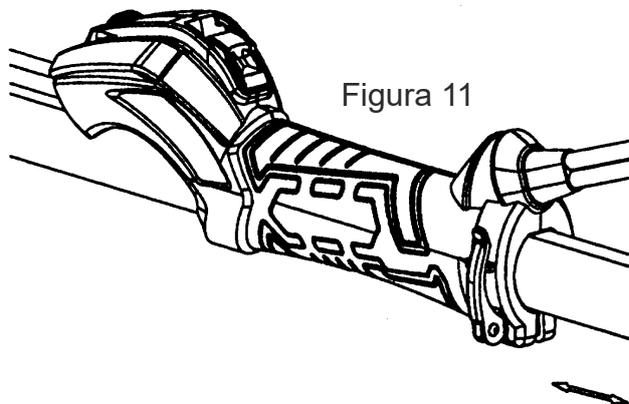

Figura 11
6.9. Retirando o extensor (figura 11):